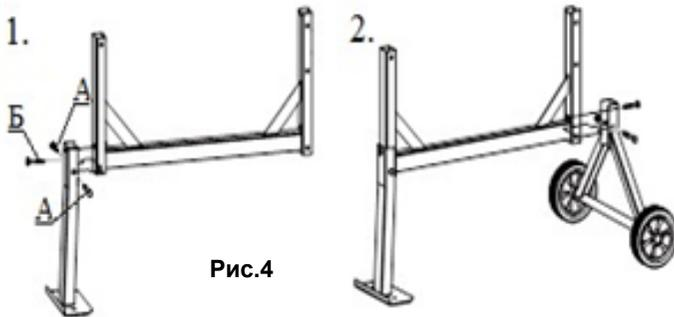

Рис.4
### **3. Сборка рамы (рис.4).**
- 3.2. Закрепите его крепежным комплектом №2. Для этого вставьте в отверстия два болта М8х65 с шайбами (А; рис.4) и накрутите гайки с другой стороны.
- 3.3. Заверните болт М8х55 (Б; рис.4) с шайбой в гайку в раме. Затяните плотно гаечным ключом.